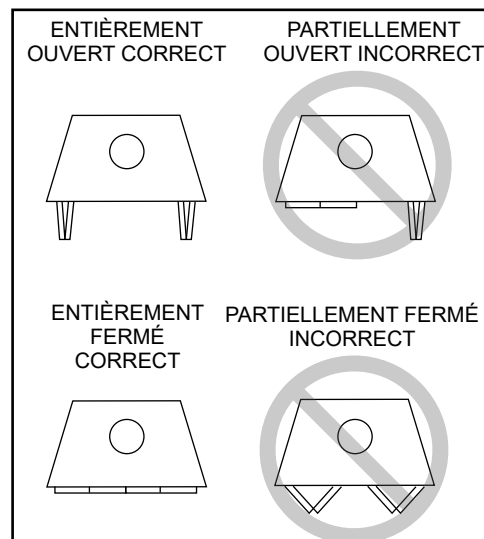

Figure 3.3 Positions de fonctionnement des portes pliantes
- Reportez-vous à la figure 3.3 pour savoir comment les utiliser correctement.